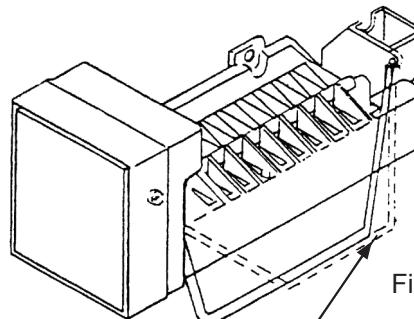

Figura 10
- Para que funcione la máquina de hielo, el alambre del brazo de corte debe estar bajado hasta su posición extrema inferior (vea la Figura 10).
- Puede detener manualmente la máquina de hielo elevando el brazo de corte hasta la posición de bloqueo, que es la posición extrema superior (vea la Figura 10).